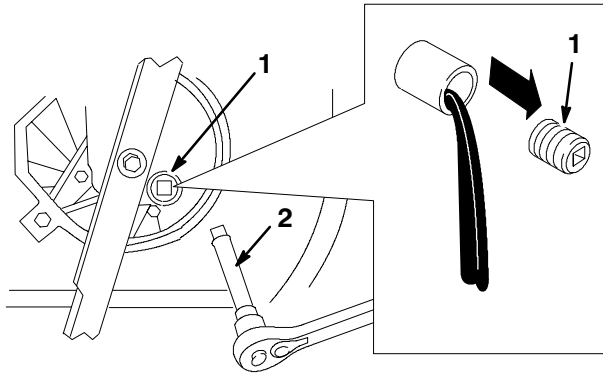

Figure 16
5. Enlevez le bouchon de vidange, remettez la tondeuse dans sa position normale de fonctionnement et laissez l'huile s'écouler dans le bac de vidange (Fig. 16).